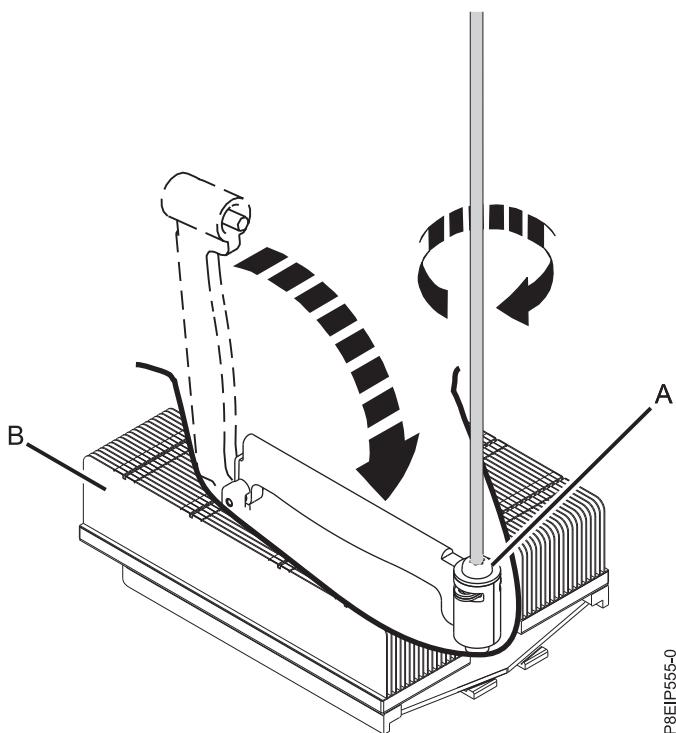

図 72. ロード・アームのねじを締める
6. ロード・アーム (A) をヒート・シンク (B) の上の所定の位置に移動し、#3 Phillips ドライバーでロード・アームのねじを締めます (68 ページの図 72 を参照)。